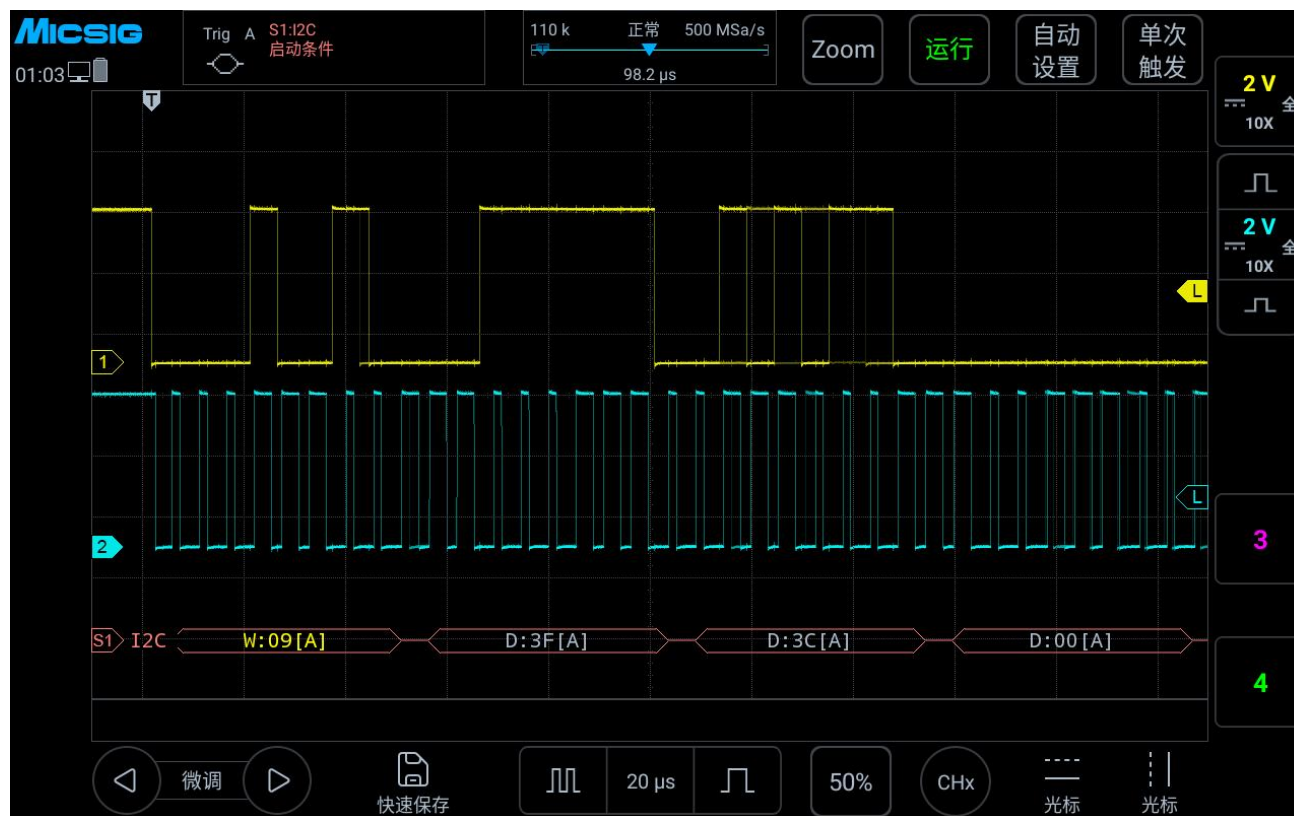

图 12-24 I2C 图形界面
- （4） 依据信号幅值设置 2 个通道的阈值电平； I2C 触发图形界面见图 12-24：